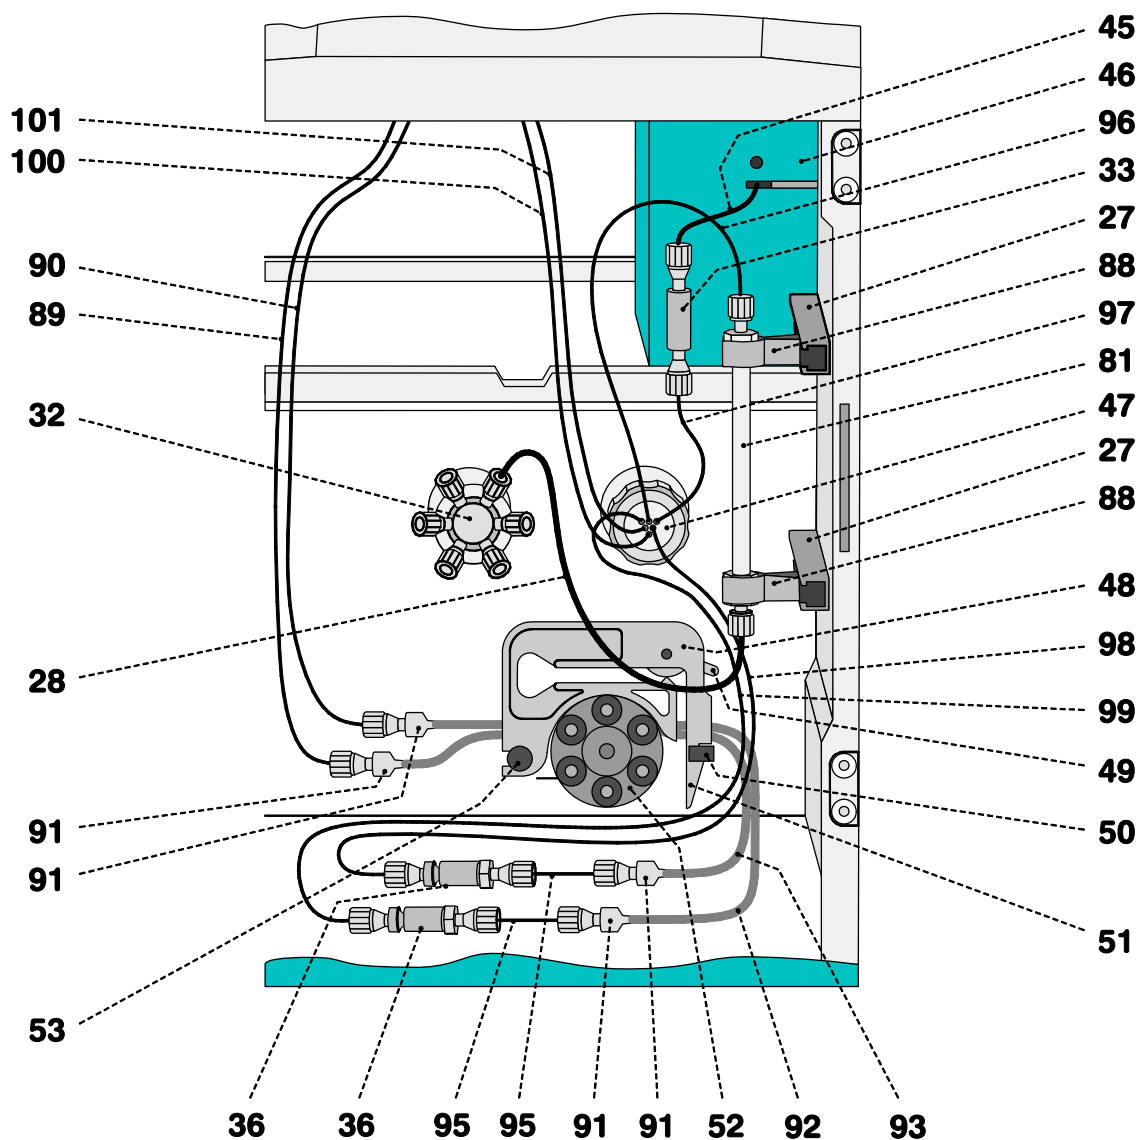

Fig. 16: Raccordement de la colonne de séparation avec module supprimeur
Les trois entrées/sorties numérotées de 1 à 3 des unités de suppression sur le module supprimeur possèdent chacune 2 capillaires PTFE fixes qui doivent être raccordés conformément au chap. 2.8.4 (cf. fig. 16 et fig. 18).
- Détacher les deux cassettes **48** de la bride de fixation **50** en pressant le levier encliquetable **51** et les décrocher de la came de fixation **53** (cf. fig. 16).
- Monter une vis de pression 6.2744.010 à l'extrémité du tuyau d'aspiration **90** et visser celle-ci sur la pièce de jonction **91** (cf. *fig. 16*).
- Monter une vis de pression 6.2744.010 à l'extrémité du tuyau d'aspiration **89** et visser celle-ci sur la pièce de jonction **91** (cf. *fig. 16*).
Les trois entrées/sorties numérotées de 1 à 3 des unités de suppression sur le module supprimeur **47** possèdent chacune 2 capillaires PTFE fixes qui doivent être raccordés conformément au *fig. 16* et *fig. 18* comme suit: